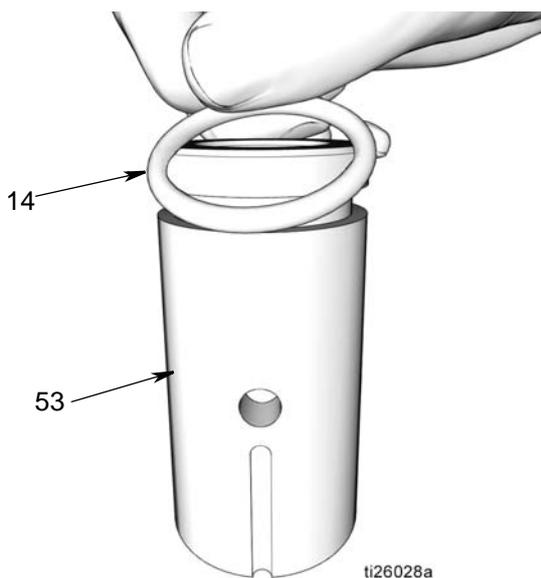

FIG. 40
5. Manica dell'elemento della pompa (53)
- a. Utilizzare un panno pulito per pulire la manica dell'elemento della pompa (53) e rimuovere sporco o contaminanti. Ispezionare la superficie per verificare l'eventuale presenza di graffi e/o danni.
- b. Applicare un sottile strato di grasso all'O-ring (14). Installare l'O-ring attorno alla manica dell'elemento della pompa (53) (FIG. 40).